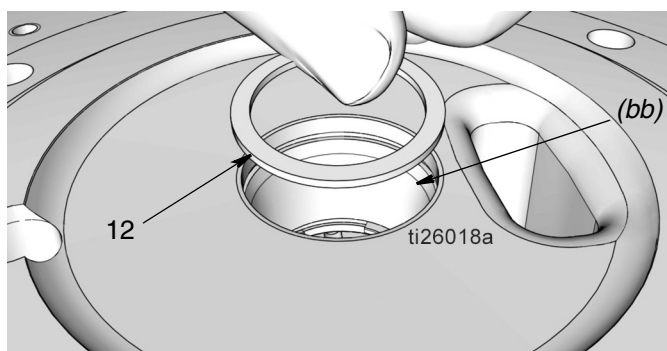

Рис. 34
- Убедитесь, что стопорное кольцо (51) находится на своем месте на боковой стороне основания насоса (1).
- Установите распорную деталь (12), как показано на Рис. 34.